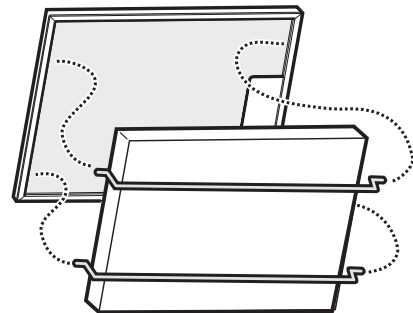

Fig. 3
2. Installera kolfiltret på baksidan av fettfiltret och fixera det med två stavar (**Fig. 3**).